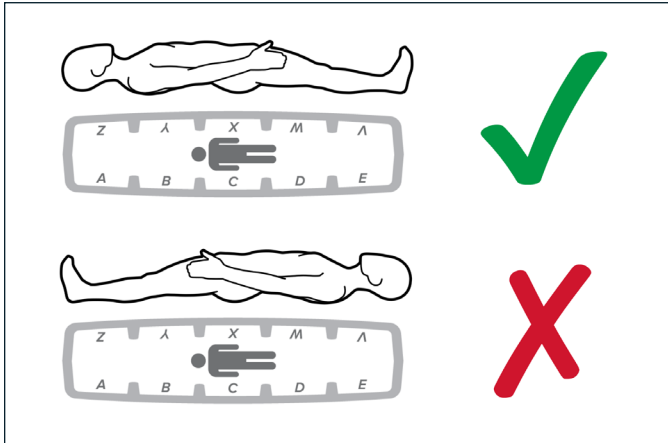

Fig. 4
3. Asegúrese de que la base del soporte de rodillas está en la orientación correcta haciendo coincidir la dirección de la etiqueta con la dirección superior e inferior del paciente y, a continuación, instálela en la barra de posicionamiento. (Figs. 4 y 5)